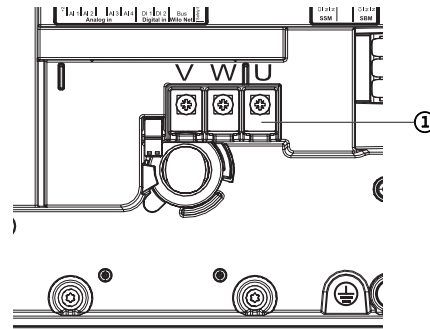

Fig. 114: Prikjučne stezaljke motora V, W, U
5. Otpustite priključni kabel motora (Fig. 114).